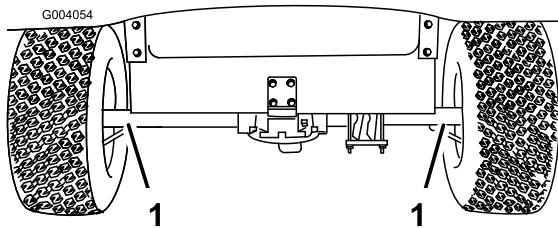
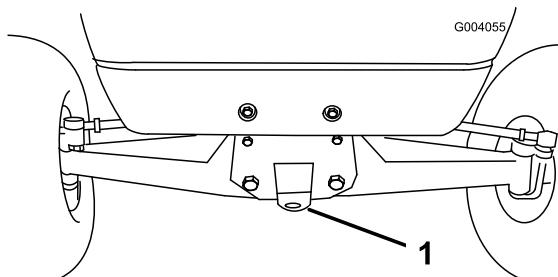

Figure 31
Figure 32
Utilisez une remorque pour transporter le véhicule sur de longues distances. Le véhicule doit être solidement arrimé sur la remorque. L'emplacement des points d'attache est indiqué à la Figure 31 et Figure 32.
2. Accrochez un câble de remorquage à la flèche d'attelage à l'avant du châssis (Figure 32).